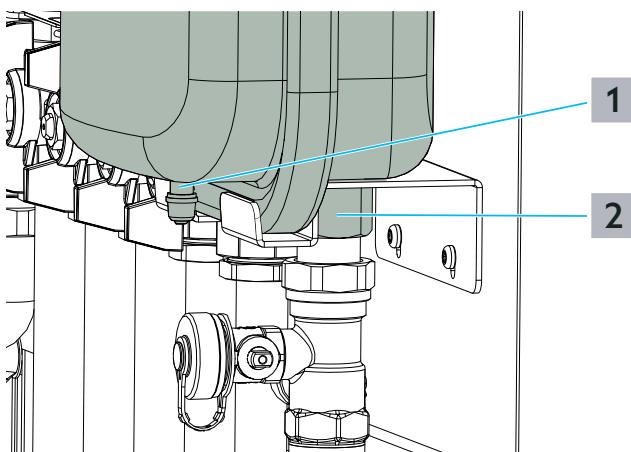

Fig. 4: Poziția ventilului de umplere și racordul vasului de expansiune cu membrană
- 7** Etanșați racordul vasului de expansiune cu membrană și înșurubați adaptorul pentru ventilul cu capac (vezi fig. 1 de la pag. 5 (5)) pe racordul F ½ (vezi fig. 4 de la pag. 8 (2)).